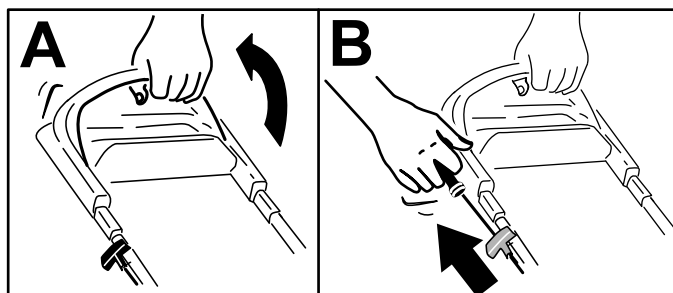

Figura 14
1. Mantenha a barra de controlo da lâmina encostada à pega (A da Figura 14).
2. Puxe a pega do arranque manual com cordão (B da Figura 14).